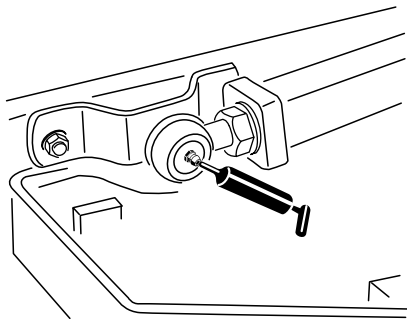

Figura 42
- Rótulas esféricas do braço de elevação (2) (Figura 42)